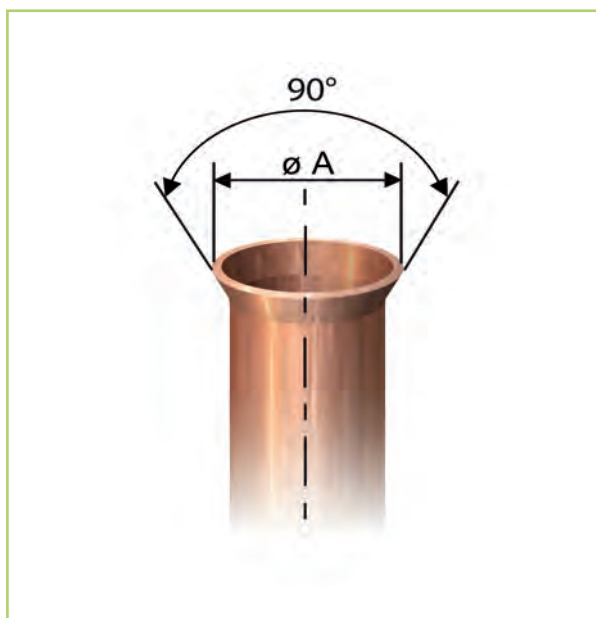

Abb. 24: Korrekte Bördelform
9. ➤ Überprüfen Sie, ob der Bördel eine korrekte Form aufweist (Abb. 24).